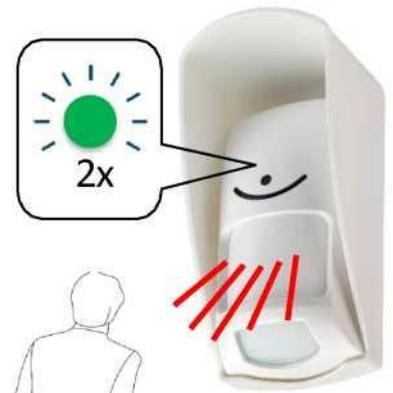

Fig.6
- Dans les 10 secondes, activez deux fois le capteur PIR. Fig.6